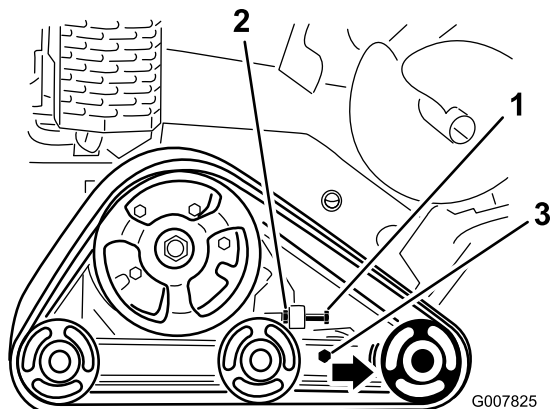

Figura 49
3. Allentate il controdado sul bullone di tensionamento dei cingoli e i bulloni del serrafilo sul braccio di tensione (Figura 49).
4. Serrate il bullone di tensionamento a un valore compreso tra 32,5 e 40,7 Nm per stringere il cingolo (Figura 49).
4. Allentate il bullone di tensione e il controdado (Figura 49).
5. Allentate i bulloni serrafile (Figura 49).